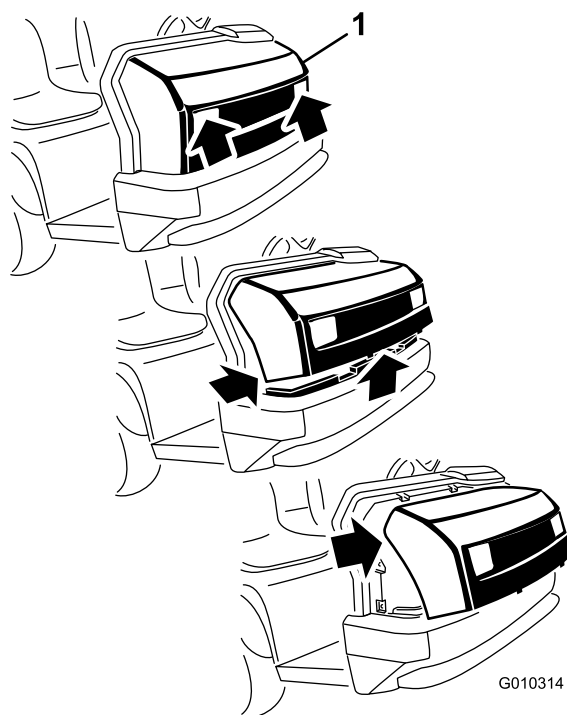

Figura 5
2. Desloque a parte inferior do capot para cima até ser possível retirar as patilhas de montagem superiores das ranhuras da estrutura (Figura 5).
3. Desloque a parte superior do capot para a frente e desligue os conectores de fios dos faróis (Figura 5).
1. Segurando o capot nas aberturas dos faróis, eleve o capot para libertar as patilhas de montagem inferior das ranhuras no pára-choques (Figura 5).